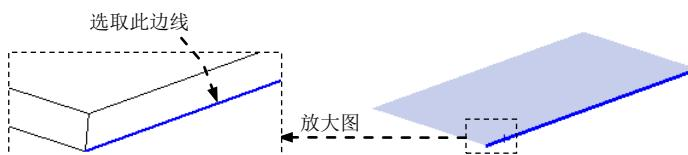

图 17.7.51 定义特征的边线
(1) 选择命令。选择下拉菜单 **插入(I)** → **钣金(B)** → **边线法兰(E)...** 命令，系统弹出“边线法兰”对话框。
(2) 定义特征的边线。选取图 17.7.51 所示的模型边线为生成的边线法兰的边线。